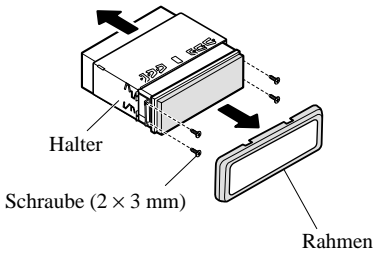

Abb. 10
- Nehmen Sie den Rahmen und den Halter ab. (Abb. 10)